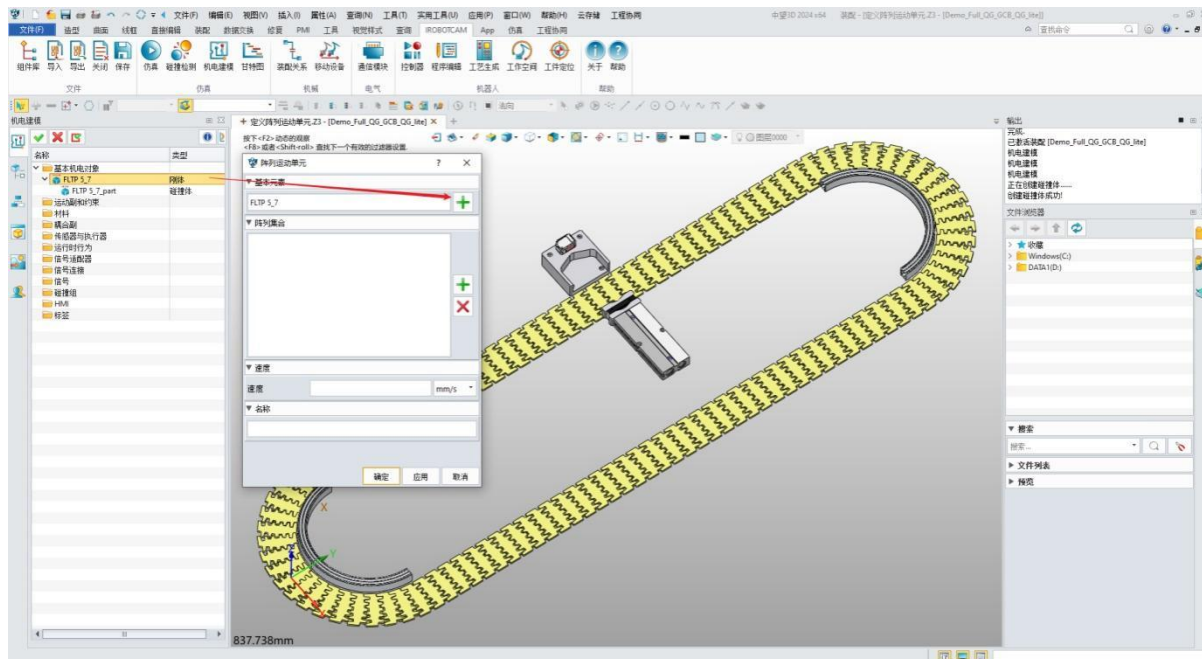

图 7-9: 阵列运动单元参数信息
- 在“传感器和执行器”面板中右键单击，然后选择“添加阵列运动单元”。（图 7-9）